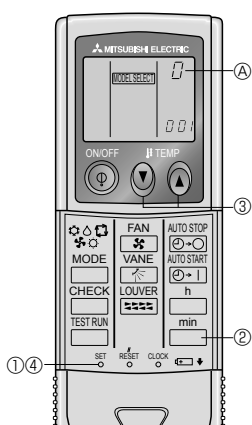

Fig. 6-8
5) Assegnazione di un comando a distanza a ciascuna sezione interna (Fig. 6-8)